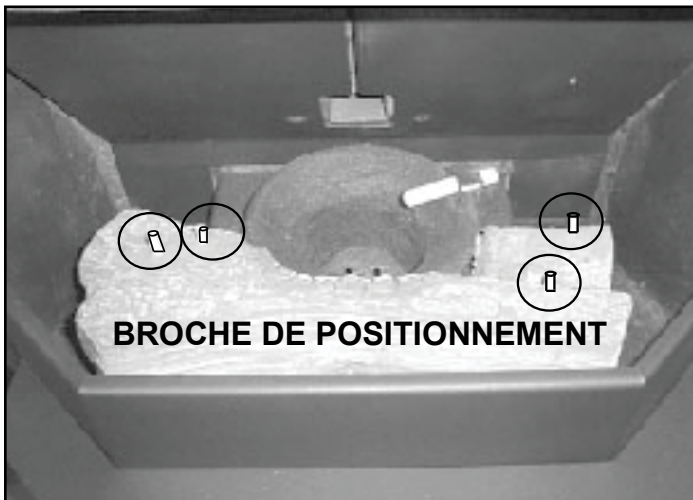

Figure 23.2
1. Placez la bûche avant en premier comme montré à la **Figure 23.2** dans la partie carbonisée autour du creuset de combustion.